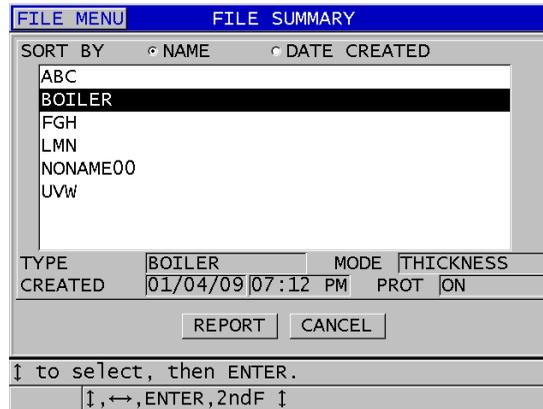

Abbildung 11-30 1. Fenster der DATEIZUSAMMENFASSUNG
4. Im Fenster **DATEIZUSAMMENFASS.** (siehe Abbildung 11-30 auf Seite 229):